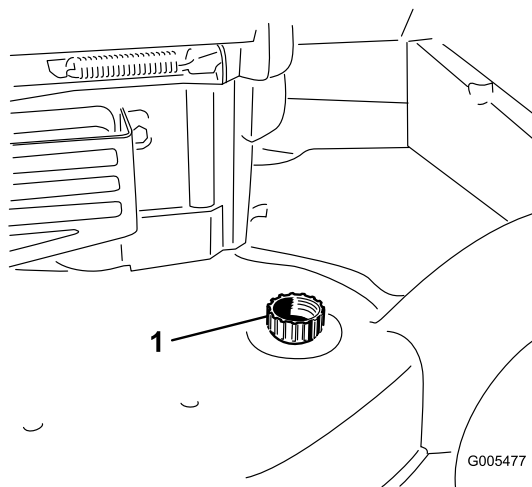

Figure 22
4. Branchez un tuyau d'arrosage, relié à une arrivée d'eau, à l'embout de lavage de la machine (Figure 22).